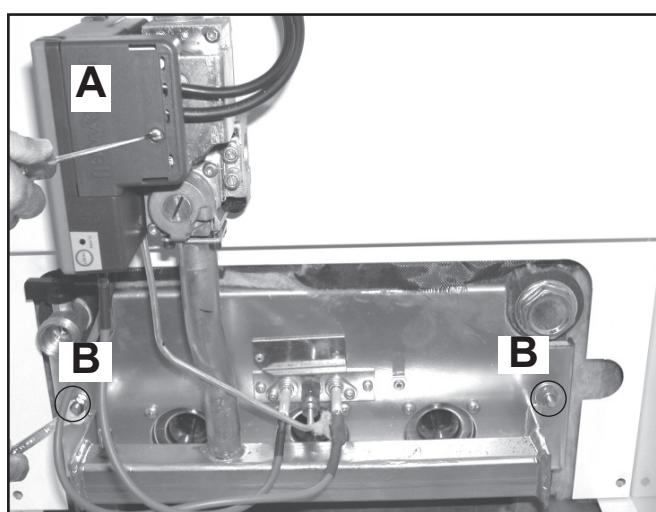

fig. 8
- Scoateți unitatea electronică de comandă **A** a valvei de gaz (fig. 8);
- Deșurubați cele două piulițe **B** care fixează ușa de la camera de combustie la elementele din fontă ale centralei (fig. 8)